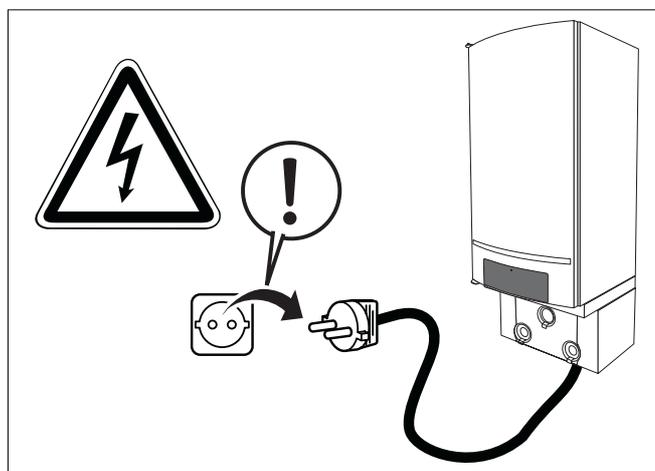

Fig. 56 Togliere la corrente dall'impianto di riscaldamento
- Togliere la corrente dall'impianto di riscaldamento (fig. 56).